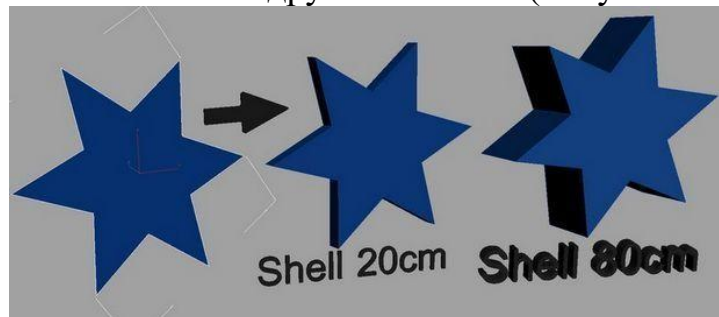

Рисунок 68. Применение модификатора Shell
2. Shell. Данный модификатор выдавливает, придает объем, можно использовать на сплайны и любые другие объекты (Рисунок 68).